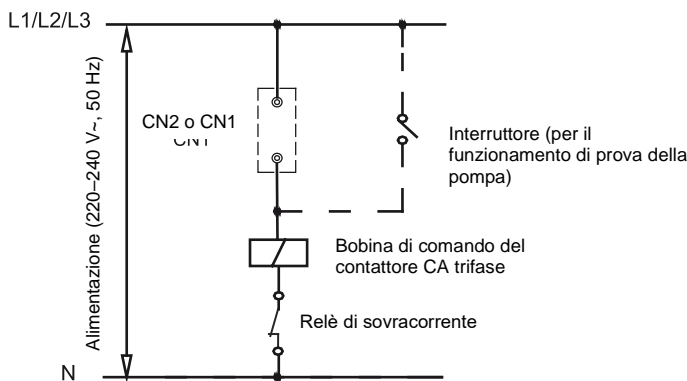

Fig. 8-22-3
Passo 11: Collegamento dei cavi di controllo per pompa di SCV-300EA e SCV-600EA: Il circuito di controllo del contattore AC per pompa deve essere collegato ai morsetti CN1 e CN2 dell'unità principale come mostrato in Fig. 8-22-3.